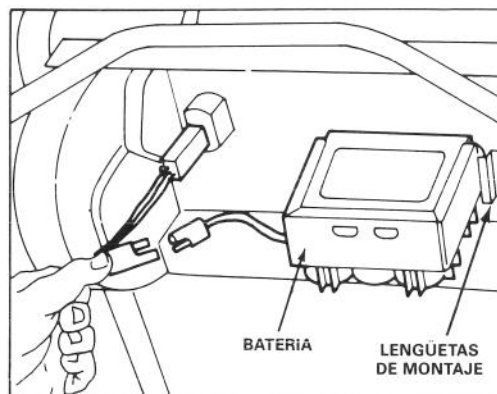

Figura 5
8. Cómo cargar la batería (modelo de arranque con llave): ver Cómo cargar la batería, página 12. Colocar la batería, con la parte de la calcomanía hacia arriba, entre las ranuras de la parte trasera del tablero de control y conectar los bornes (Figura 5). Introducir la llave en el encendido cuando se esté preparado para arrancar el motor.